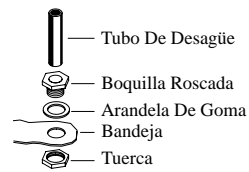

Fig. 4
- **Instale el montaje de desagüe.** Quite la tuerca y pase la boquilla por el agujero de la bandeja, colocando la arandela de goma entre la bandeja y la cabeza de la boquilla (fig. 4). Coloque la tuerca en la boquilla y atornillela hasta que quede apretada contra la parte inferior de la bandeja para retener el agua. El tubo de desagüe se puede quitar para desaguar el agua de la bandeja cuando sea necesario. Se puede conectar una manguera de jardín a la boquilla para desaguar el agua hacia otra parte.